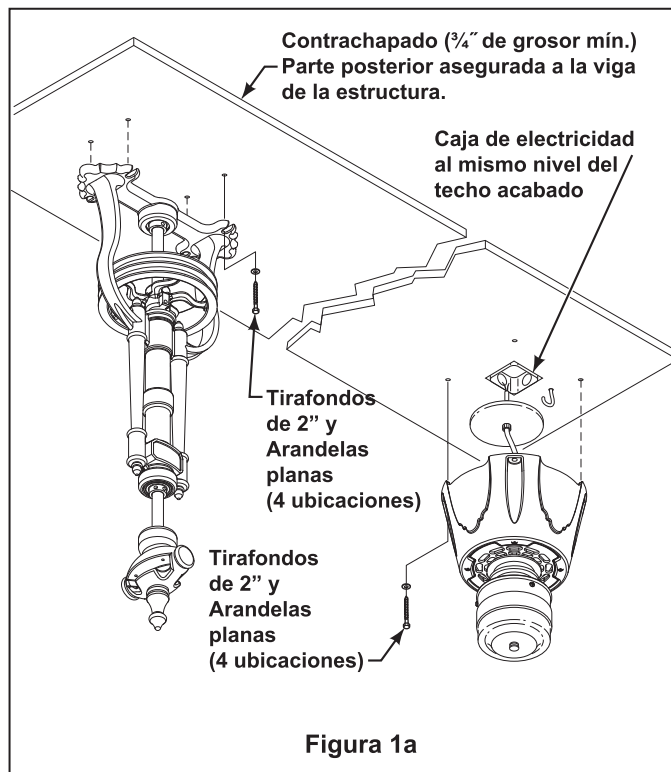

Figura 1a
Se recomienda que cada ventilador y el motor tiene el respaldo de madera contrachapada de $\frac{3}{4}$ " asegurado a un elemento de la estructura de apoyo adecuada (Figura 1a). La unidad de motor no funcionará más de cuatro poleas / montajes de lámina.
- ☐ 1. En primer lugar, taladre los orificios guías de $\frac{3}{16}$ " en la base de contrachapado o viga de sujeción para evitar que se raje o rompa. Instale la unidad de la polea en el techo con los 4 tirafondos y las arandelas planas. (Figura 1a)